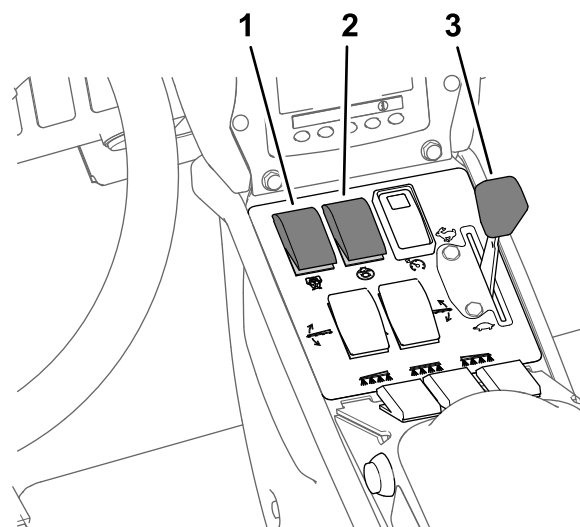

Figure 40
- Réglez la commande d'agitation et la commande de la pompe de pulvérisation en position ACTIVÉE (Figure 40).
- Placez la commande d'accélérateur en position HAUT RÉGIME (Figure 40).
Remarque: Cette procédure suppose que la pompe de pulvérisation est en marche; voir Figure 40 sous Pulvérisation en mode débit d'application (page 38).
4. Réglez la commande d'accélérateur au régime moteur voulu pour pulvériser; voir Figure 40 sous Pulvérisation en mode débit d'application \(page 38\).